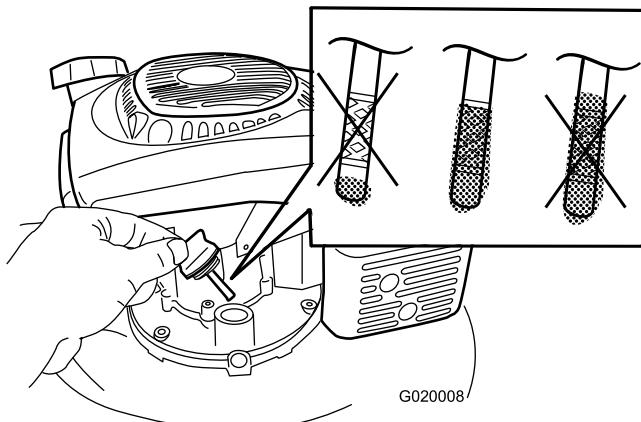

Figure 5
1. Retirez la jauge (Figure 5).
2. Versez de l'huile **lentement** dans le goulot de remplissage pour faire monter le niveau jusqu'au repère du plein (Full) sur la jauge (Figure 5). **Ne remplissez pas excessivement.** (Remplissage max. : 0,65 l (22 oz), type : huile détergente SAE 30 de classe de service API SJ, SL ou supérieure.)
Remarque: Chaque fois que vous vérifiez le niveau d'huile, sortez la jauge et essuyez-la sur un chiffon propre, remettez-la dans le goulot de remplissage (**sans** la visser), puis ressortez-la et vérifiez le niveau (Figure 5).